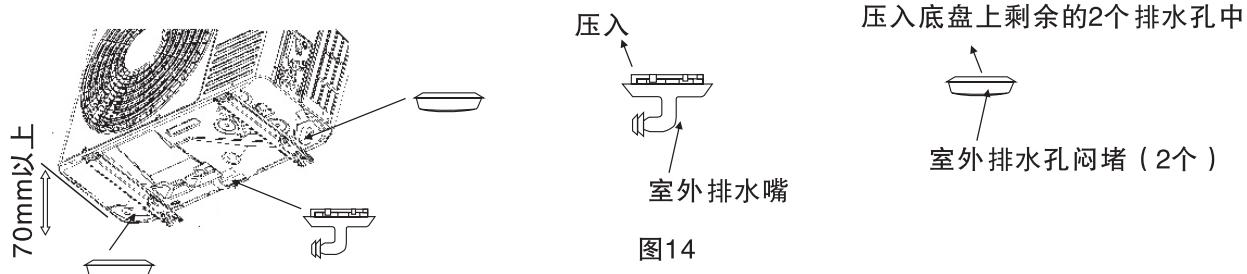

图14
室外机冷凝水处理(图14)
- 2 请将机体在安装后,按图14所示将室外机附件中的室外排水嘴安装在排水孔中。